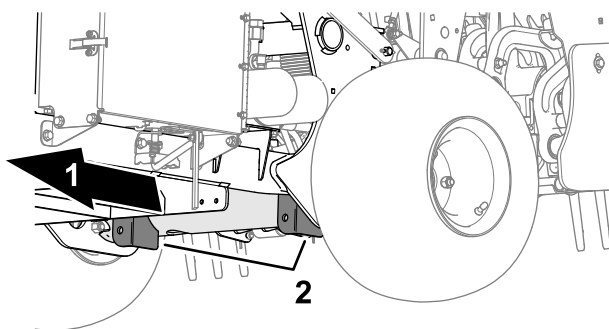

**Figura 128**
3. Collocare il cavalletto metallico con sicurezza sotto la piastra del telaio, appena oltre la ruota posteriore (Figura 128).